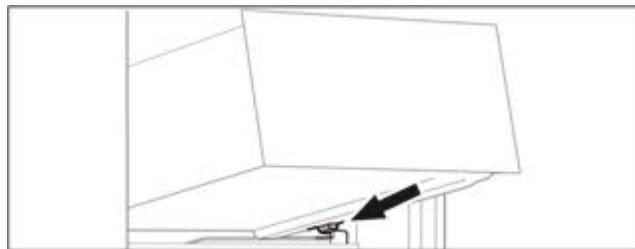

Fig. 70
- Встановити висувний ящик за стопорами на ребро для резервуару навскоси. (див. Fig. 70)